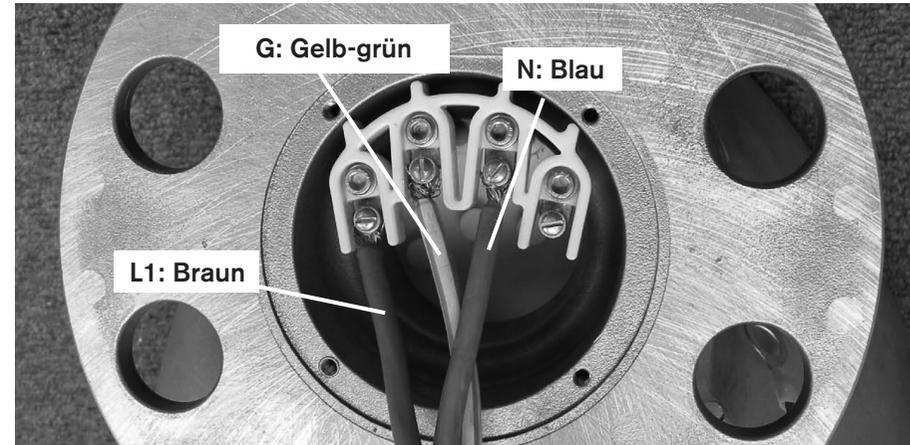

Abb. 3: Drahtverbindungen an der Windnachführung (230 V, 50 Hz, einphasig).
Die höchste Drahtstärke, die an die Anschlüsse der Windnachführung von Skystream angeklemt werden kann, beträgt 6 mm **2 (8 AWG)**, siehe **Abbildung 3**. Ist aufgrund der Installationsentfernung eine höhere Drahtstärke erforderlich, empfiehlt Skystream Energy, einen Trennschalterkasten nahe des Mastsockels zu installieren und diesen anhand eines 6-mm²-Drahts mit Skystream zu verbinden. Der Schalterkasten kann daraufhin durch einen stärkeren Draht mit der Elektroschalttafel verbunden werden.
- **230 V, 50 Hz, 1-phasige Systeme:** Klemmen Sie die braunen, blauen und gelb-grünen Drähte an den passenden farblich markierten Anschlüssen der Skystream-Windnachführung an. An den freiliegenden Anschluss der Windnachführung wird kein Draht angeklemmt, siehe **Abb. 3**. Ziehen Sie die Klemmschrauben mit einem Drehmoment von 2,3–2,5 Nm an.